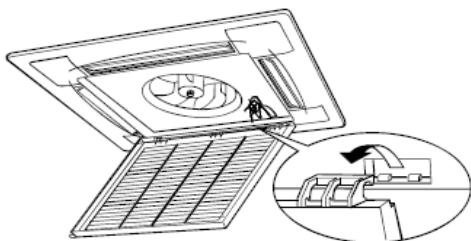

fig.4
2. Retirer la grille d'entrée d'air (en même temps que le filtre à air, comme dans la Figure 4).